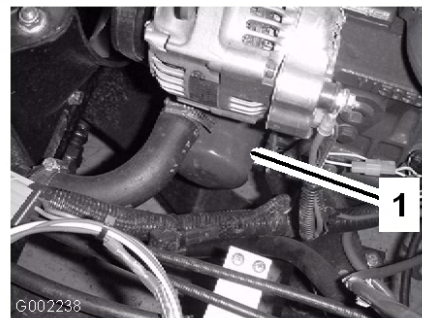

Figura 41
7. Retire el filtro de aceite usado (Figura 41).
10. Instale el filtro de aceite nuevo en el adaptador del filtro. Gire el filtro en el sentido de las agujas del reloj hasta que la junta de goma entre en contacto con el adaptador del filtro, luego apriete el filtro 1/2 de vuelta más (Figura 41).